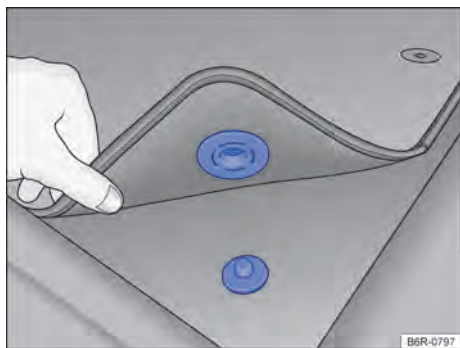

Fig. 21 Alfombra delantera del lado del conductor con fijación al perno de la alfombra.
- ✓ Acomodar bien la alfombra en la zona reposapiés del lado del conductor para que no obstruya la zona de los pedales. La alfombrilla delantera del lado del conductor con fijación en el perno de la alfombra → fig. 21.